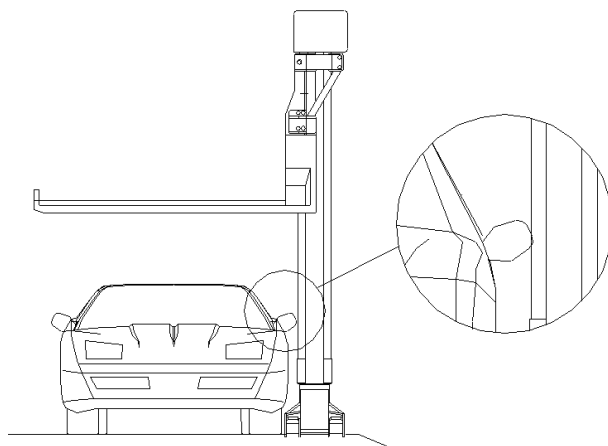

图 1.3
- c. 停车位移动时立柱是否会与下层停车的后视镜相碰撞（图 1.3）；